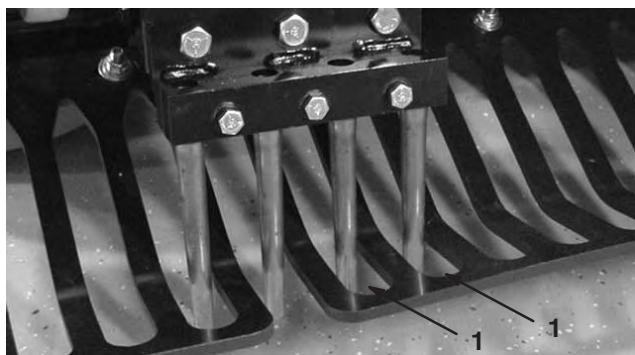

Figure 27
- Vérifiez que les louchets sont bien alignés au centre des espacements dans les protège-gazon (Fig. 27). Réglez les protège-gazon au besoin et serrez les écrous.